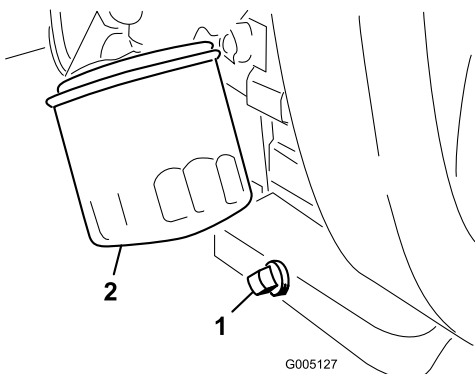

Figura 34
1. Retire el tapón de vaciado (Figura 34) y deje fluir el aceite a un recipiente apropiado. Cuando el aceite deje de fluir, coloque el tapón de vaciado.
2. Retire el filtro de aceite (Figura 34). Aplique una capa ligera de aceite limpio a la junta del filtro nuevo.